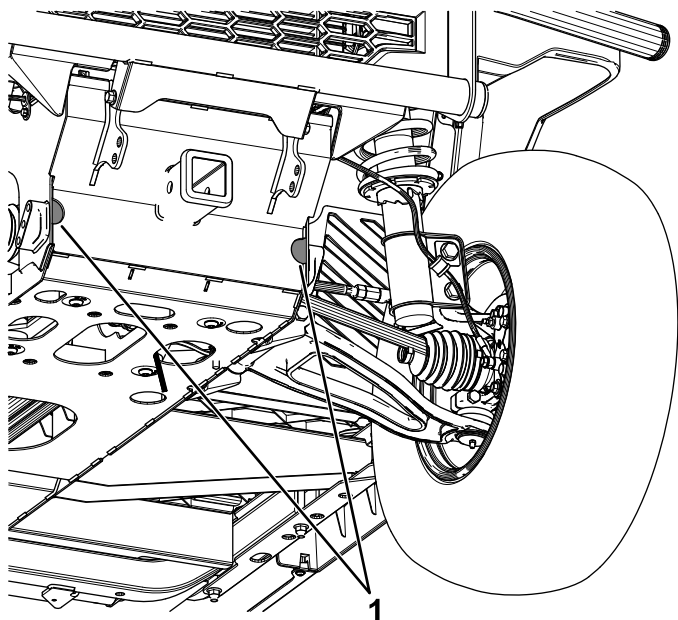
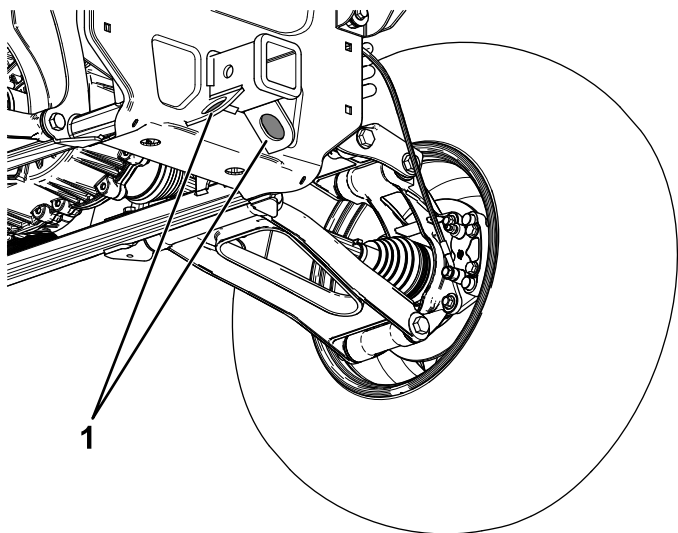

図 74
図 75
ロープがけポイントについては 図 74 と 図 75 を参照してください。
1. 機体前部にある牽引トングにロープなどの牽引索を取り付ける 図 74。